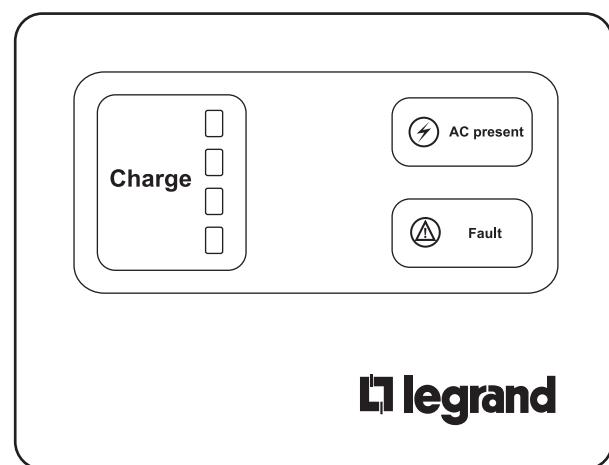

Figure 7
7. Vérifiez si l'installation de l'unité de recharge est correcte en passant en revue les voyants de l'indicateur. Il existe trois ensembles de voyants lumineux qui indiquent l'état de la borne de recharge (Figure 7).